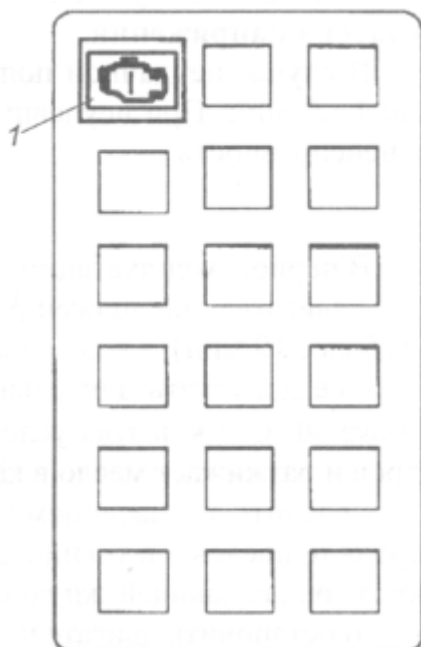

Рис. 8.3. Панель контрольных ламп.
3. Включить приборы, повернув ключ выключателя приборов и стартера в первое фиксированное положение. При этом на 3 с загорится контрольная лампа 1 (рис. 8.3), расположенная в блоке контрольных ламп электронных систем автомобиля на панели приборов. Если лампа не загорится или продолжает гореть, это означает, что в системе управления двигателем возникла неисправность. Проверить систему управления двигателем.
3. Включить приборы, повернув ключ выключателя приборов и стартера в первое фиксированное положение. При этом на 3 с загорится контрольная лампа 1 (рис. 8.3), расположенная в блоке контрольных ламп электронных систем автомобиля на панели приборов. Если лампа не загорится или продолжает гореть, это означает, что в системе управления двигателем возникла неисправность. Проверить систему управления двигателем и принять меры для устранения неисправности.